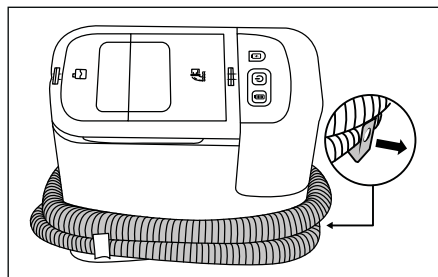

Fig. 4
- ◆ Extraiga el soporte para el tubo 15 del aparato. Coloque el tubo de rociado/aspiración 19 alrededor del aparato y utilice para ello los soportes para el tubo 15/16 (consulte la fig. 4).